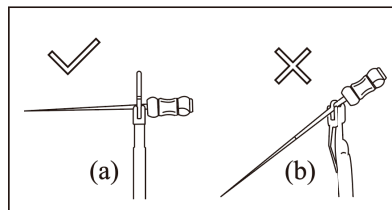

Imagen 22
d) Consulte la [Imagen 22 (a)] para sujetar la lima de la aguja. Si como en [Imagen 22 (b)], no puede medir adecuadamente la longitud del conducto radicular debido a la fuerza inadecuada, y la parte delantera del pasador del conducto radicular es fácil de usar.